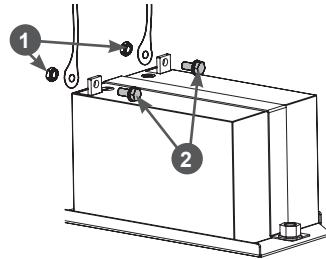

Рис. 9 Подключение аккумулятора
6. Подключите клеммы силовых проводов к выводам аккумулятора (Рис. 9).